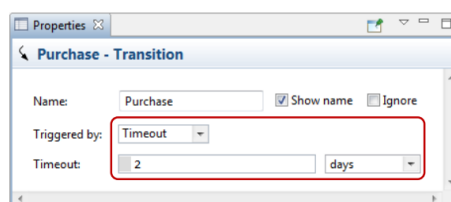

Рисунок 7.6 – Перехід покупки
7. Припустимо, що користувачу зазвичай потрібно два дні, щоб отримати продукт. Це означає, що як тільки діаграма стану споживача перейде в стан *WantsToBuy*, вона перейде до стану *User* із дводенною затримкою. Зважаючи на це, встановіть два дні тайм-ауту для переходу покупки (рис. 7.6):